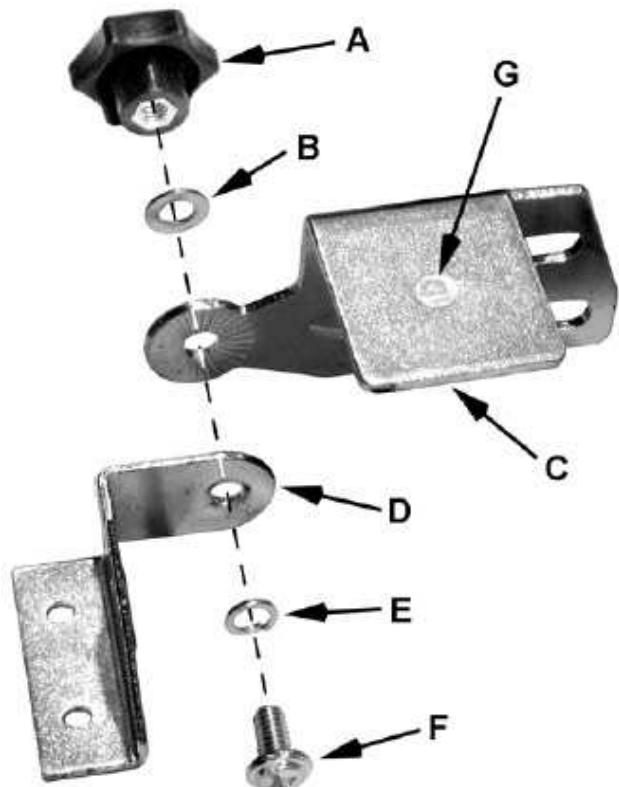

Рисунок 1
- 2 Скоба (D) (см. примечание)
- 2 Ручка замка (A)
- 2 Искрогаситель (C) (см. примечание)
- 2 1/4"x1/2" Винт (F)
- 2 1/4" Шайба (B)
- 2 1/4" Шайба-гровер (E)
Примечание: Скоба (D) и искрогаситель (C) имеют маркировку «L» (G, Рис.1) для левой стороны и «R» для правой стороны.
- 1 Соберите левый искрогаситель и скобу экрана согласно Рис.1 они имеют маркировку «L»
Примечание: Подручники бывают, левый и правый см. рис. 1 чтобы гарантировать правильность их установки.